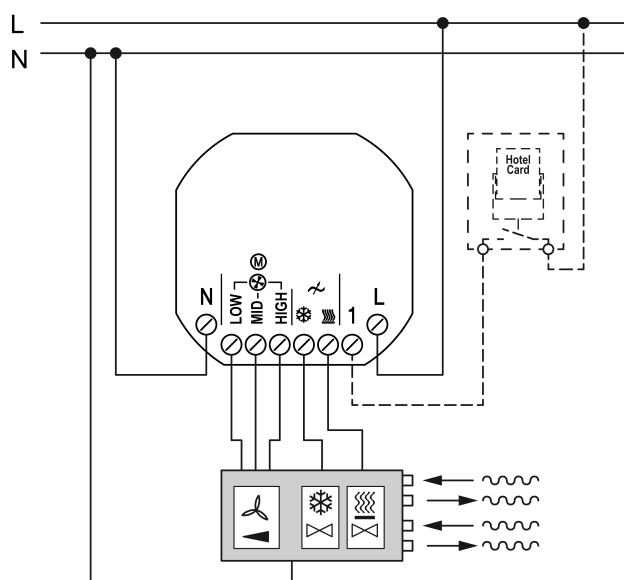

Bild 6: Anschluss 4-Rohr-Gebläsekonvektor mit Hotelcard-Schalter
- Gebläsekonvektor für 4-Rohr-Betrieb an Netzteil-Variante 4-Rohr (Bild 6) anschließen.
- Netzteil (8) lagerichtig in Gerätedose montieren. Kennzeichnung **TOP** = oben beachten.
- Rahmen (9) auf den Einsatz stecken.
- Aufsatz (10) auf den Einsatz stecken